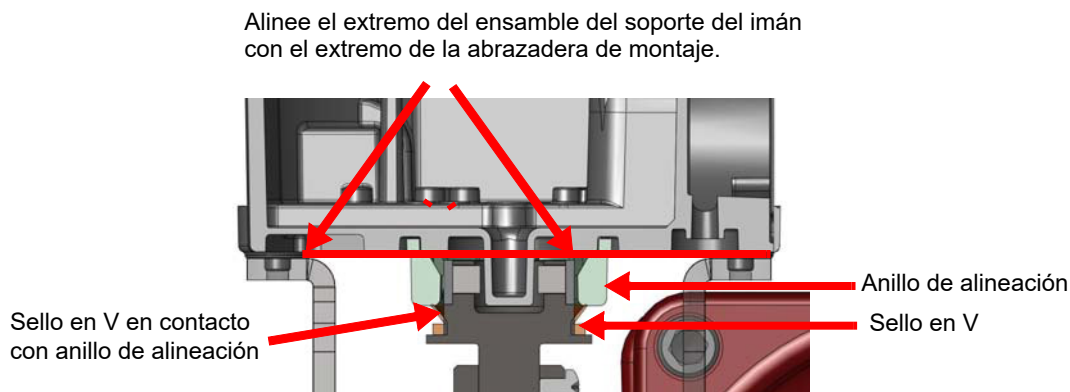

Figura 16 - sello en V Camflex
6. Procure que los sellos en V hagan contacto con el faldón alrededor del anillo de alineación en el SVi1000 (Figura 16).